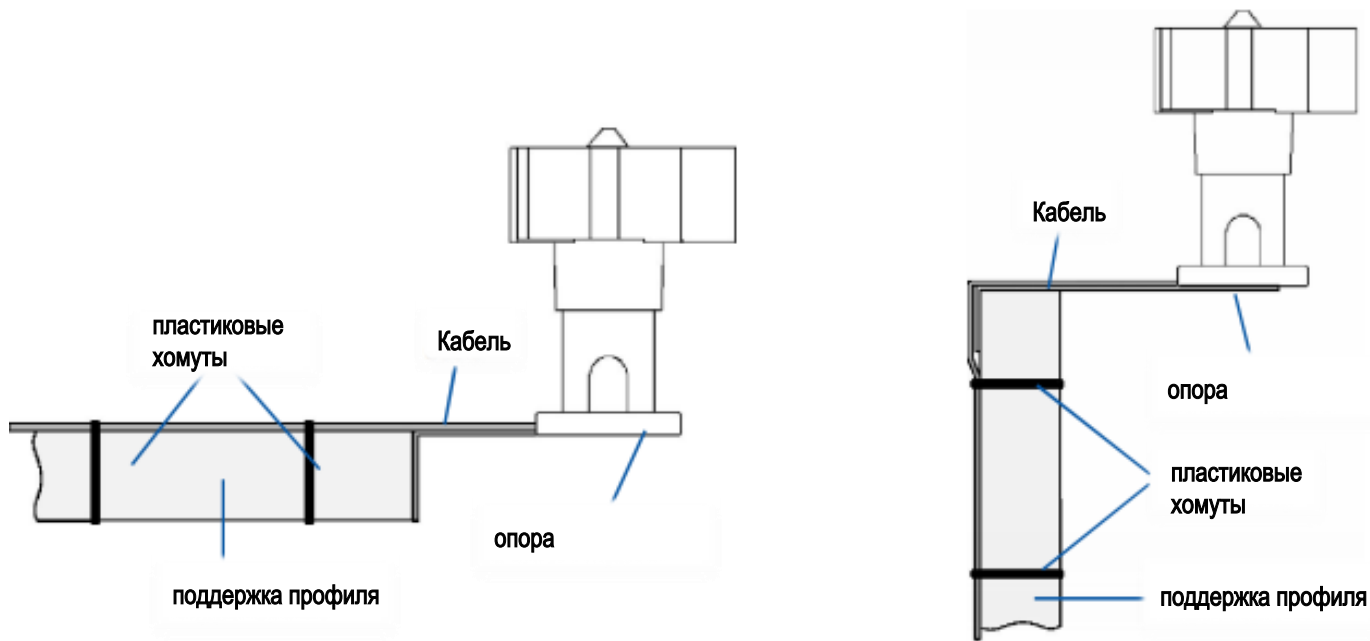

Fig. 3 / Рис.3
- Убедитесь что датчик ветра установлен перпендикулярно, а его провод закреплен во избежание повреждений, вызванных высокой скоростью ветра. (Рис. 3)